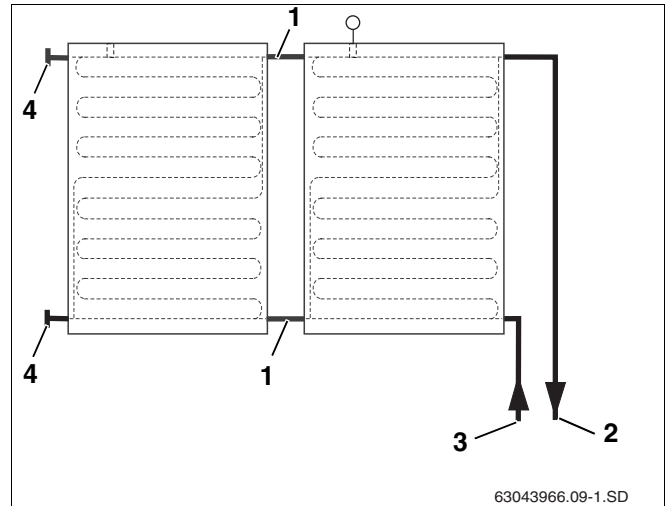
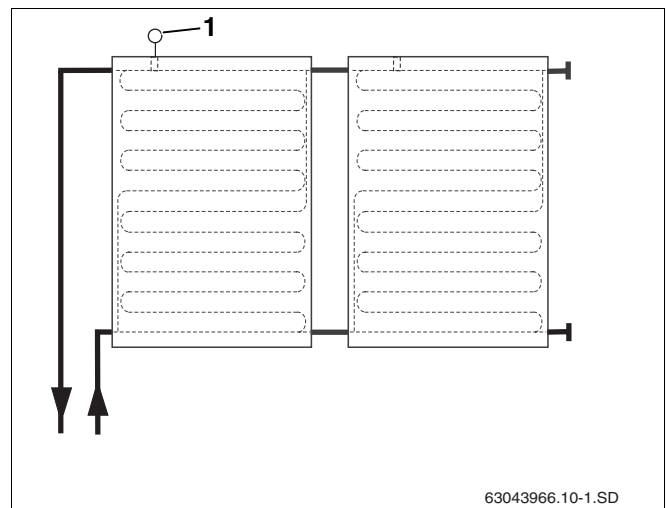

Fig. 36 Conexión hydr. a la derecha hasta un máx. de 5 colectores
Fig. 37 Conexión hydr. a la izquierda hasta un máx. de 5 colectores
Los colectores deben montarse de tal forma que los pasos para el soporte de la sonda del colector (fig. 37, pos. 1) se encuentren arriba.
Las tuberías hidráulicas de conexión pueden conectarse a la derecha (fig. 36) o a la izquierda (fig. 37). En estas instrucciones se han representado las tuberías de conexión en el lado derecho.
Puede llevar a cabo la conexión unilateral del campo de colectores con un tamaño máx. de 5 colectores (fig. 36 y fig. 37).